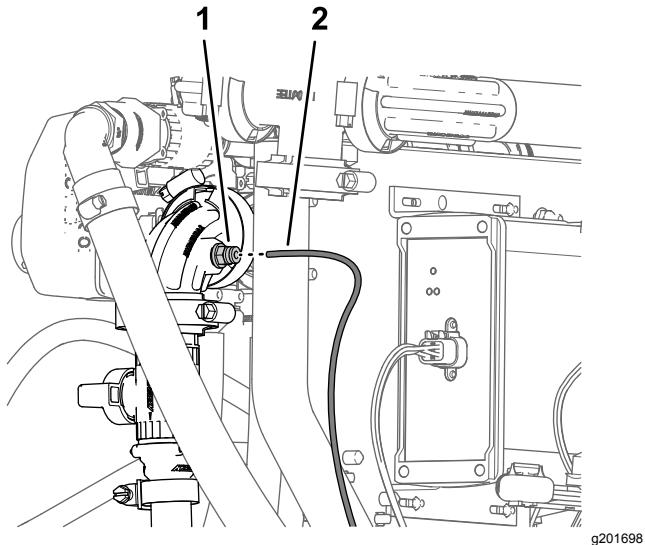

Figura 138
- Allineate l'estremità del tubo di rilevamento della pressione (in plastica) per il manometro del cruscotto con il collare di bloccaggio per l'accoppiatore del tubo del raccordo a 90° della valvola di intercettazione dell'asta di irrorazione manuale o il kit avvolgitubo elettrico (Figura 138).
- Inserite il tubo di rilevamento nel collare di sicurezza fino a quando non è completamente in sede (Figura 138).